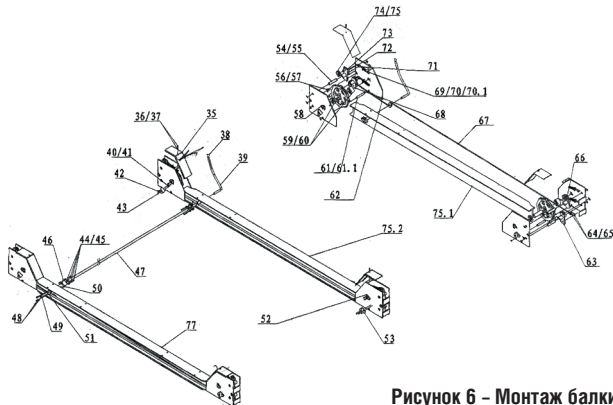

Рисунок 6 - Монтаж балки
2. Установите поперечные балки в пазы предохранительного фиксатора на уровне четвёртого-пятого паза. Монтаж балок на (рис. 6). Для данной операции используйте подъемное оборудование или выполняйте её вдвоём, держа за разные концы балок.